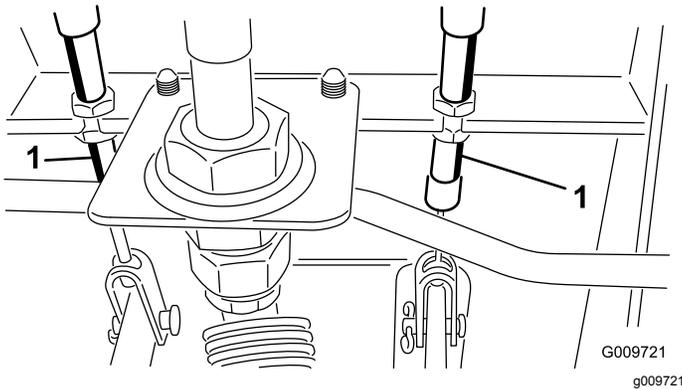

図 54
- A. ブレーキケーブル 図 54 の端にある前ナットをゆるめる。